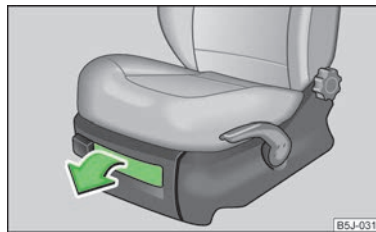

Fig. 71
- > Pentru deschiderea clapetei, trageți de mâner » fig. 71.